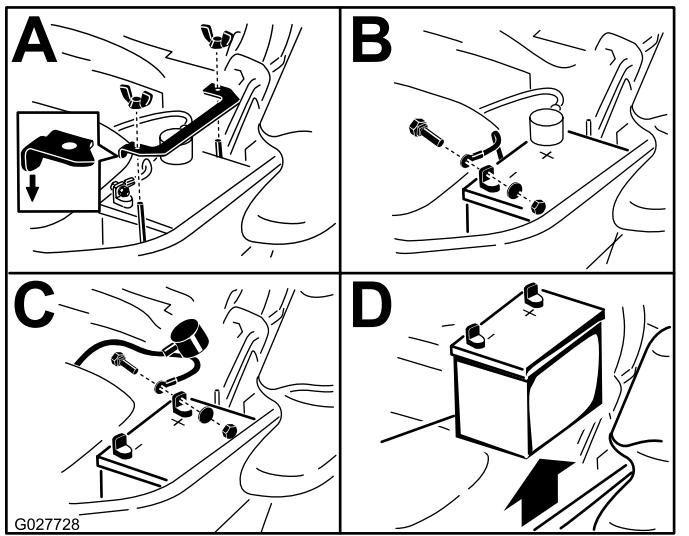

Bild 70
3. Nehmen Sie die Batterie heraus, wie in Bild 70 abgebildet.
Hinweis: Legen Sie die Batterie so in das Fach, dass die Anschlussklemmen auf der anderen Seite des Hydraulikbehälters sind (Bild 70).